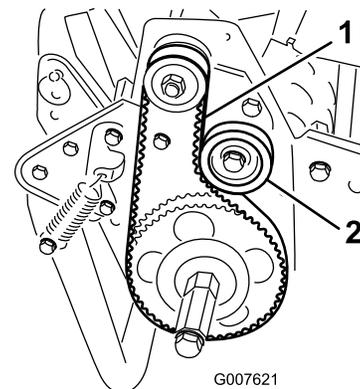

Рисунок 41
2. Проверьте натяжение, приложив к ремню посередине между шкивами (Рисунок 41) усилие 18–22 Н. Ремень должен прогнуться на 6 мм.
- А. Отпустите гайку крепления натяжного шкива и поджимайте натяжной шкив по часовой стрелке к обратной стороне ремня, пока не будет получено требуемое натяжение (Рисунок 41).